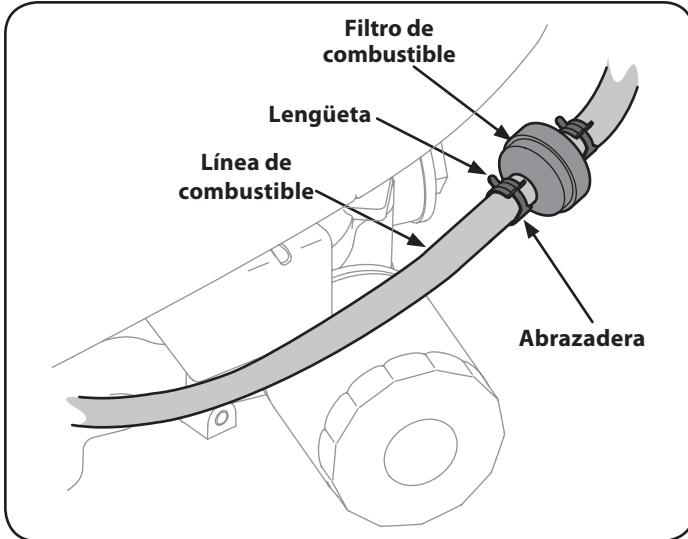

Figura 30
- Utilice pinzas para apretar las lengüetas de la otra abrazadera (el lado fuera de línea del filtro de combustible), luego deslice la abrazadera alejándola del filtro de combustible. Gire y tire de la línea de combustible del filtro. Vea la Figura 30.